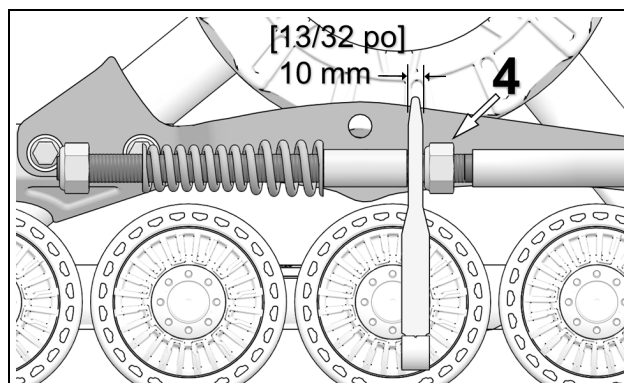

Figure 10
- Régler l'écrou (4) afin de produire une distance de 10 mm entre le guide du bras stabilisateur et l'écrou, comme le montre la Figure 10.